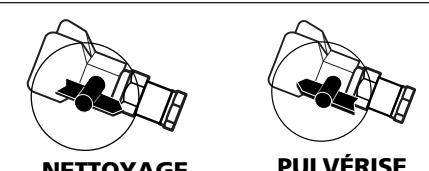

Figure 17 - Positions de Nettoyage et De Pulvérisation
1. Tourner la buse à la position "Nettoyage" (Voir Figure 17).
3. Tourner la buse à la position "Spray" (Pulvérise) et procéder avec votre pulvérisation (Voir Figure 17).